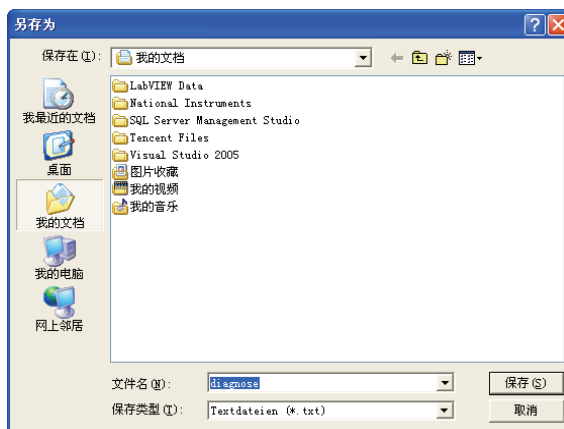

图 13-20 “输出到文件”对话框
2) 输出到文件 (Output To File)。菜单命令“输出到文件 (Output To File)”可用于将迄今所收集的跟踪条目一次性存储到文本文件中,如图 13-20 所示。